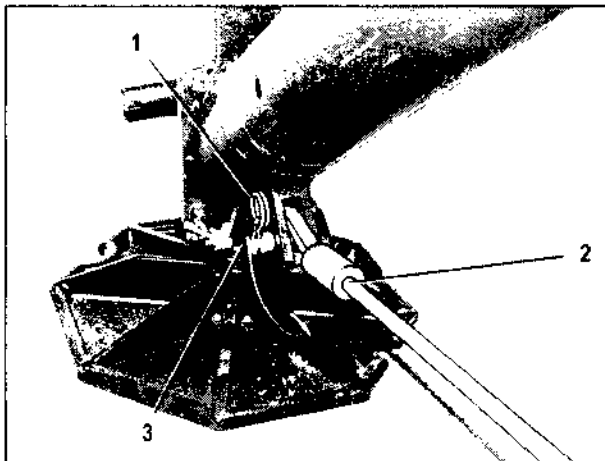

Bild 88
6. Spannseil (Bild 88/2) am Stützarm abbauen; dazu Steckbolzen (Bild 88/3) entsichern und herausziehen. Steckbolzen wieder einstecken und mit Federstecker (Bild 88/1) sichern.